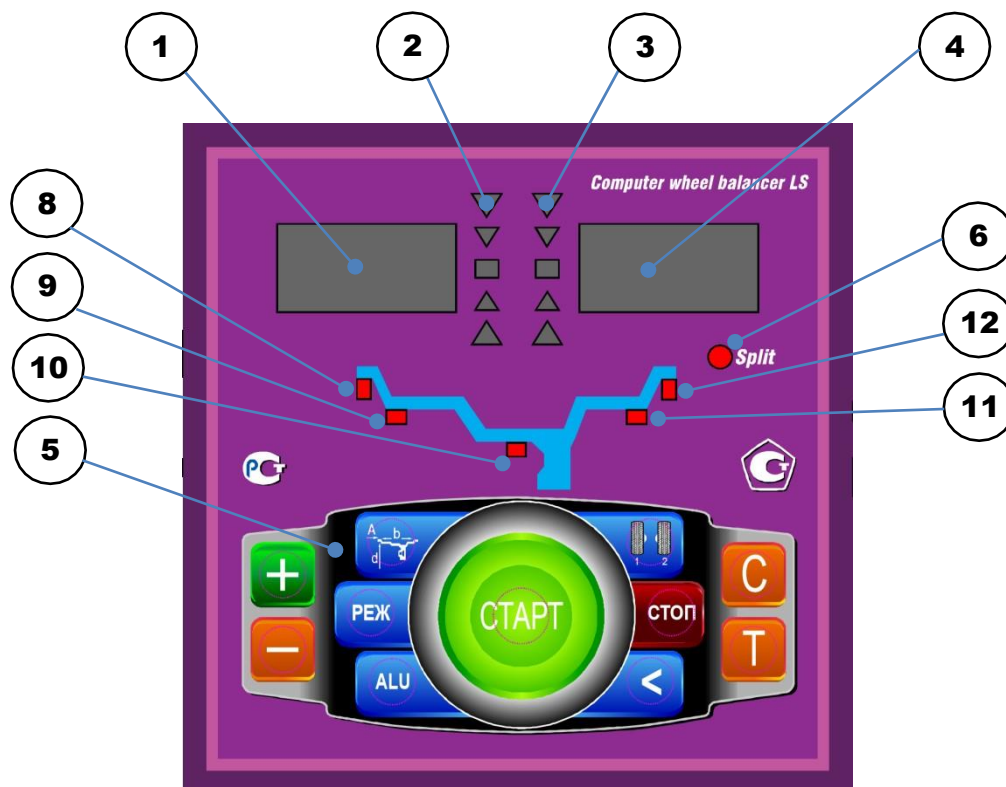

рис.8.1.
8.1. Общий вид лицевой панели показан на рис. 8.1.
При выдвижении штанги на индикаторах 1 (рис. 8.1) отображается значение параметра "А". Значение параметра "d" отображается на индикаторах 4.
Для ввода ширины нажмите кнопку "+" или "-" на индикаторах 1(рис.8.1) высветится "-b-", а на индикаторах 4 значение ширины диска. Через 2-3 сек после установки ширины индикаторы в режим отображения текущего дисбаланса.
Дважды нажать кнопку "A, d, b", после чего на индикаторах 1 (рис.8.1) загорается символ "A", а на индикаторах 4 исходная величина дистанции. Нажимая кнопки "-" и "+" установить на индикаторах 4 требуемую величину дистанции. Через 2-3 сек после установки дистанции показания на индикаторах 1 и 4 возвращаются к отображению текущего дисбаланса, а кнопки "-" и "+" возвращаются в режим ввода ширины обода.
11.1.Переключение схем ALU1-ALU5 осуществляется последовательным нажатием кнопки "ALU" при этом схема установки грузов отображается загоранием соответствующих светодиодов 8-12 (рис.8.1), кроме того, на индикаторах 1 отображаются символы ALU, а на индикаторах 4 номер 1-5. Через 2-3 сек. после установки требуемой программы ALU индикаторы 1-4 переходят в режим отображения дисбаланса.
12.3. Для входа в программу Split удерживайте кнопку РЕЖ, до того, как загорится светодиод 6 (рис.8.1) и на индикаторах 1 загораются символы "SPn", означающие, что необходимо ввести число спиц обода колеса, подлежащего балансировке. При этом на индикаторах 4 загорается цифра 5. Если число спиц колеса отличается от 5, кнопками "-" и "+" установить на индикаторах 4 фактическое число спиц колеса.
12.4. Запустите СБ. После остановки вала установите любую спицу обода колеса вертикально вверх (на 12 часов) и нажмите кнопку С. После чего, на индикаторе 1 и линейке 2 (рис.8.1) будут указаны величина и место установки корректирующего груза на внутренней плоскости.
кнопку "1-2". Визуальный контроль того, какие параметры установлены в данный момент, осуществляется нажатием "A, d, b" на индикаторах 4 (рис.8.1) будут последовательно отображены, установленные в данный момент диаметр, ширина обода и дистанция.
14.1. При включении тумблера питания СБ на индикаторах 1 (рис. 8.1) высвечивается трёхзначное число -номер версии программного обеспечения. Через 2-3 сек на индикаторах 1 и 4 должны загореться нули, кроме того должны загореться светодиоды 8 и 12, что свидетельствует о включении режима стандартной балансировки с установкой на обеих плоскостях коррекции грузиков на пружинках. На линейках 2 и 3 (рис. 8.1) должны загореться центральные светодиоды.
14.2. При включении СБ программа измерения дисбаланса настраивается таким образом, что дисбаланс менее 8 г (заводская установка для легкового режима) на любой плоскости коррекции не показывается, в этом случае на индикаторах 1 и 4 (рис. 8.1) высвечиваются "0". Минимальный дисбаланс отображающийся на индикаторах 1 и 4 равен 8г. Дисбаланс, превышающий 8г, округляется до величины кратной 5, т. е. дисбаланс 9, 10, 11 и 12 г отображается цифрой 10, дисбаланс 13, 14,15, 16 и 17 г - цифрой 15 и т. д. Для просмотра неокруглённого значения дисбаланса или дисбаланса менее 8г. необходимо нажать кнопку "<", при этом на индикаторах 1 и 4 на 2-3 сек высвечиваются фактические значения дисбаланса, определённые в данном запуске.